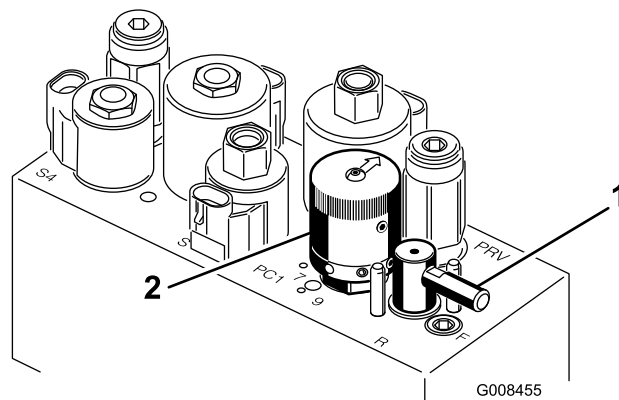

図 50
5. バックラップレバーを R 位置にセットする（図 50）。
6. リール速度セレクトを 1 にセットする（図 50）。